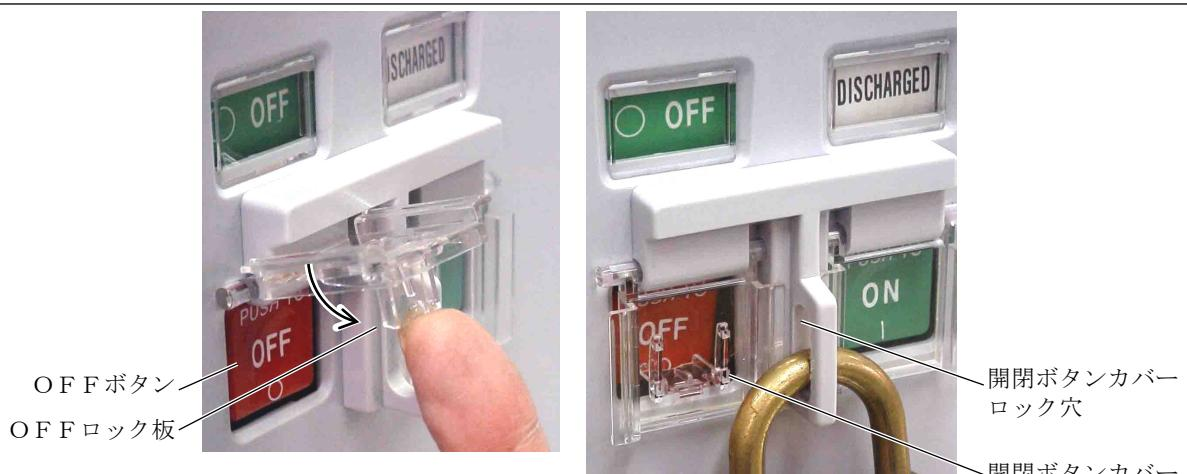

図19 OFFボタンのロック
- 1) 図19に示すOFFボタン側の開閉ボタンカバーを開きます。